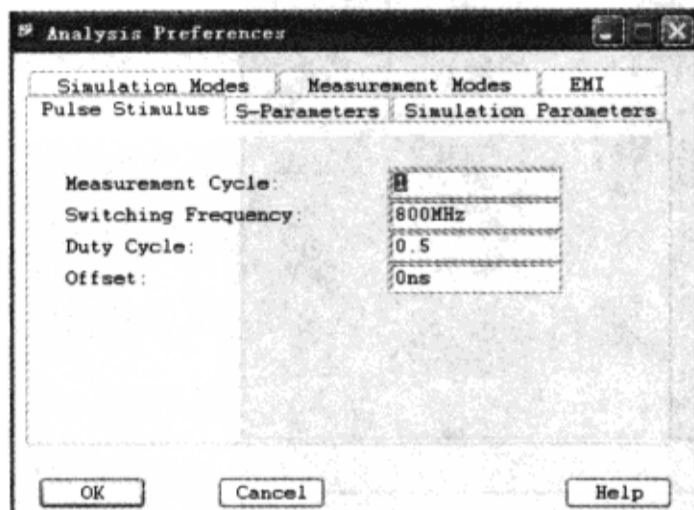

图6-4-29 “Analysis Preferences”对话框
(12) 从“SigXplorer PCB SI GXL”窗口执行菜单命令“File”→“Save as”，保存文件于当前目录，文件名为“Diffloopin\_trace.top”。
(13) 从“SigXplorer”窗口执行菜单命令“Analyze”→“Preferences”，弹出“Analysis Preferences”对话框，如图6-4-29所示。